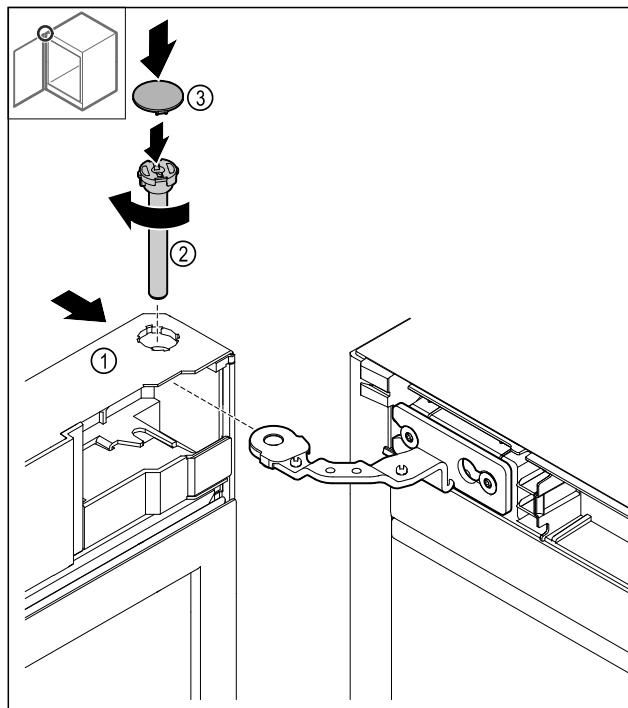

Fig. 47
- Užstumkite duris Fig. 47 (1) iš viršaus ant lanksto.
- Ikiškite kaištį Fig. 47 (2) ir prisukite pagal laikrodžio rodyklę.
- Uždékite dengiamąją plokštelię Fig. 47 (4).